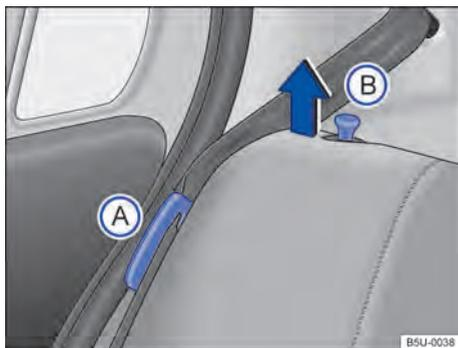
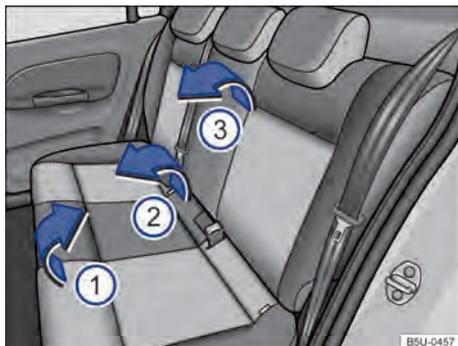

Fig. 56 Banco traseiro: posicionador do cadarço do cinto de segurança A e pino de destravamento do encosto B.
Fig. 57 Banco traseiro: rebater o banco traseiro.
As figuras → Fig. 56 e → Fig. 57 ilustram, como exemplo, o procedimento para rebater o banco traseiro.
- Encaixar os cadarços dos cintos nos respectivos alojamentos no revestimento lateral → Fig. 56 A.
- Puxar o assento pela parte da frente → Fig. 57 ① no sentido da seta, para cima.
- Levantar a parte traseira do assento → Fig. 57 ② e deslocar totalmente para a frente, de maneira que o assento fique o mais próximo possível do assoalho e do encosto do banco dianteiro.
- Puxar os pinos de destravamento → Fig. 56 B e, ao mesmo tempo, rebater parcialmente o encosto do banco → Fig. 57 ③ e remover os apoios para cabeça → Página 70. Abaixar totalmente o encosto do banco traseiro.
- Encaixar os cadarços dos cintos de segurança nos respectivos posicionadores → Fig. 56 A.
- Levantar os pinos → Fig. 56 B e, ao mesmo tempo, rebater parcialmente o encosto do banco traseiro → Fig. 57 ③.